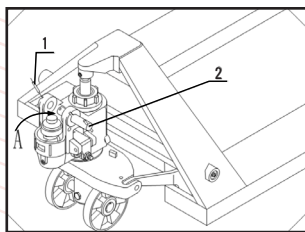

Figura 1
3.1 Vea la figura 1, saque el pin 1 del pasador 2 y luego saque el pasador 2.